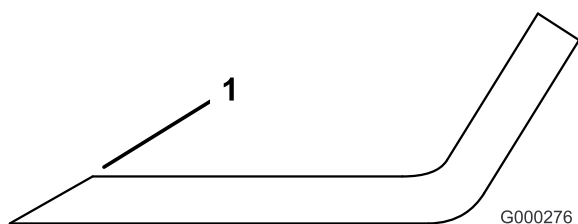

Figura 84
3. Examine as partes cortantes de todas as lâminas. Afe as extremidades de corte se estas apresentarem sinais de desgaste ou ranhuras. Afe apenas a zona superior da parte cortante e mantenha o ângulo de corte original para garantir um desempenho eficaz da lâmina (Figura 84). A lâmina mantém o equilíbrio se for retirada a mesma quantidade de metal de ambas as partes cortantes.